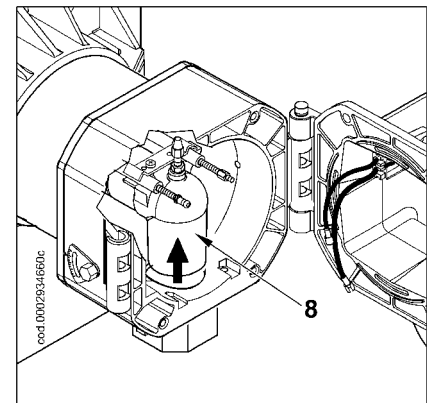
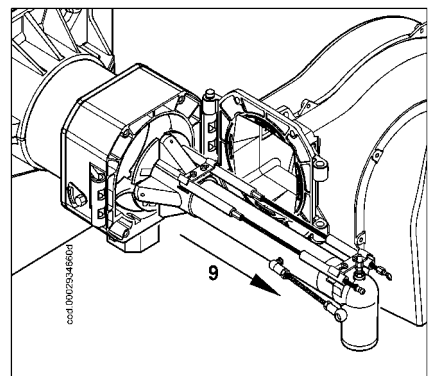

figura-3
figura-4
Después de haber sacado los cables de encendido e ionización (3) de los terminales de los respectivos electrodos, desenroscar la tuerca (4) y poner el tornillo (5), empujándolo dentro del racor de ida del gas (8) de la figura 3 lo suficiente para que garantice el desmontaje sucesivo del grupo de mezcla.
Levantar ligeramente el racor de ida del gas (8) de la figura 3 y sacar el grupo de mezcla en la dirección indicada por la flecha (9) de la figura 4. Completar las operaciones de mantenimiento volviendo a montar la cabeza de combustión, siguiendo en sentido contrario los pasos descritos arriba, después de haber comprobado que los electrodos de encendido e ionización estén bien puestos (véase el esquema de la pág. 51).